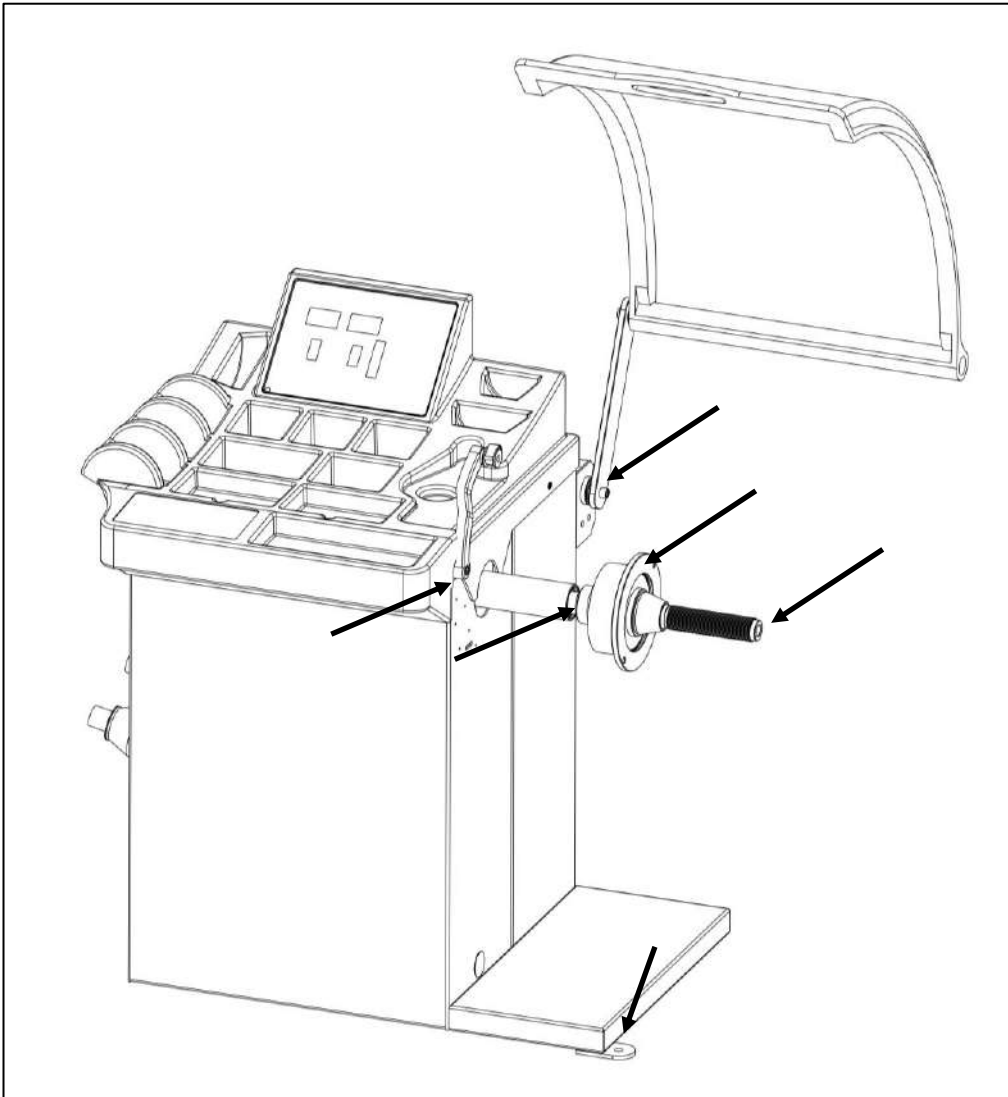

Fig. 20 - Kontrollera vid årlig kontroll av maskinen
5.4 Årlig kontroll (visuell översikt fig. 20)